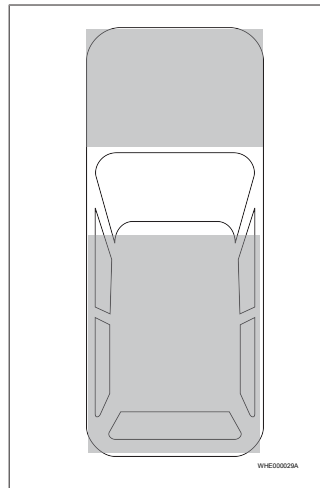

Рис. 4
Прибор нельзя монтировать в показанной на Рис. 4 серой зоне.
- ▶ Отметьте место установки ThermoConnect TCon2 на рис. Рис. 4.